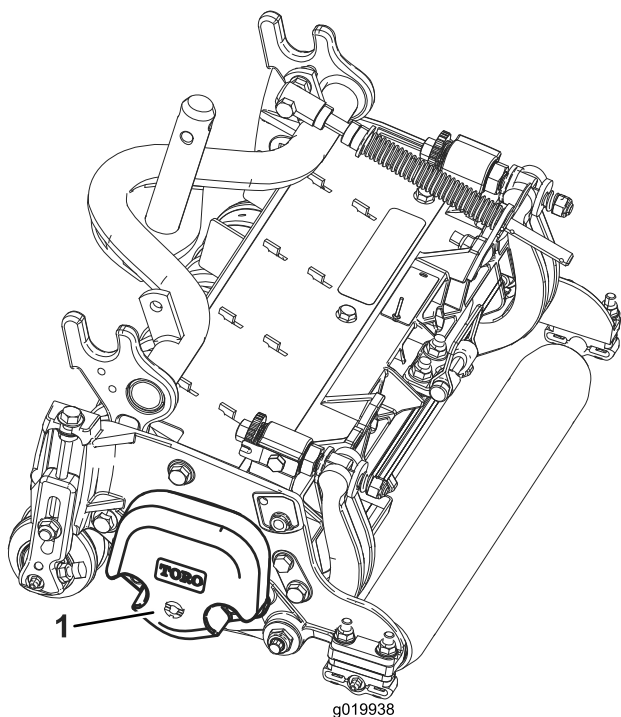

Figura 3
4. Il contrappeso (Figura 3) deve essere montato dal lato giusto dell'elemento di taglio, come descritto nel Manuale dell'operatore degli elementi di taglio.